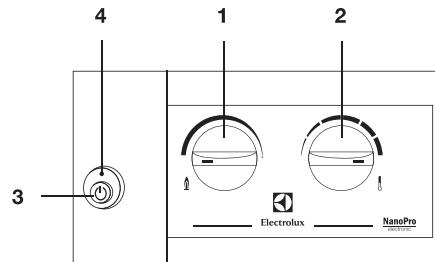

рис. 3
Изменение температуры воды осуществляется с помощью регулятора температуры воды (2) (рис. 3).
Водонагреватель выключается автоматически после закрытия крана горячей воды. Для полного выключения водонагревателя нажмите на кнопочный выключатель (рис. 3).